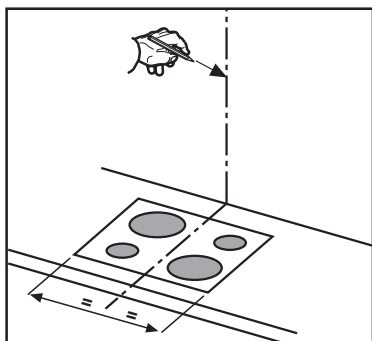

Fig. 7
- A l'aide d'un crayon, réaliser une ligne sur la paroi, jusqu'au plafond, correspondant à la ligne médiane, ce qui facilitera les opérations d'installation. **Fig. 7**